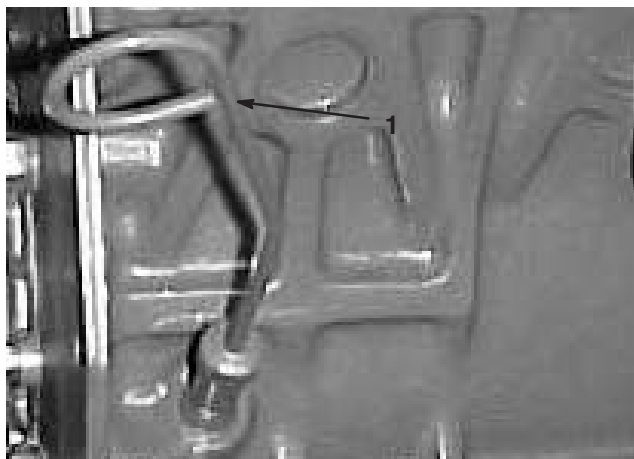

Figure 14
2. Sortez la jauge (Fig. 14), essuyez-la sur un chiffon propre et remettez-la en place. Sortez de nouveau la jauge et vérifiez le niveau d'huile. Il doit atteindre le repère maximum (FULL) sur la jauge.